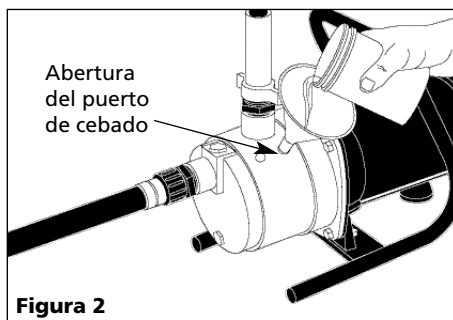

Figura 2
1. Quite el puerto de cebado de la bomba y llene con agua. Vuelva a colocar el puerto de cebado en la bomba (vea la Figura 2). Para